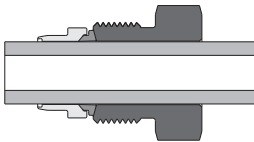

图1
- 1. 将卡套螺母和卡套按固定顺序和方向套在Tube 管上 (图 1)。
1. 将卡套螺母和卡套按固定顺序和方向套在Tube 管上 (图 1)。